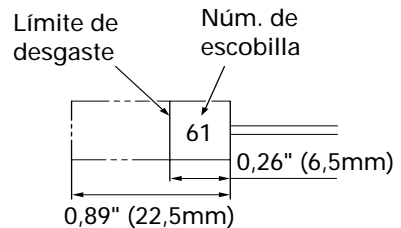

Fig. 6
4. Inspección de la escobillas (Fig. 6)
**NOTA:** Utilice las escobillas HITACHI Núm. 61 indicadas en la Fig. 6.